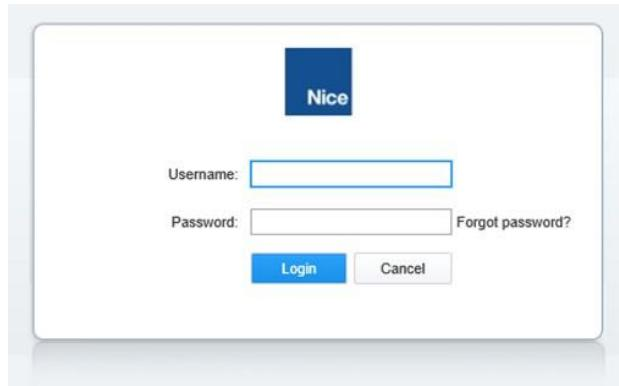

Рис. 2-3 Вход в веб-интерфейс
7. Выберите устройства, которые необходимо инициализировать, а затем нажмите кнопку «Инициализировать». Отобразится интерфейс установки пароля. См. рис. 2-3.